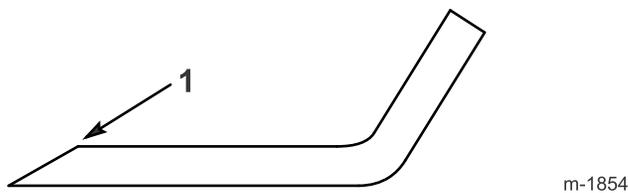

Figura 40
- Utilice una lima para afilar el filo de corte en ambos extremos de cada cuchilla (Figura 40). Mantenga el ángulo original. La cuchilla permanece equilibrada si se retira la misma cantidad de material de ambos filos de corte.